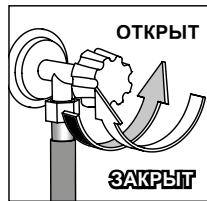

Рисунок 9
**5.3** Вставить вилку шнура питания в розетку и открыть кран подачи воды (см. рис. 9).